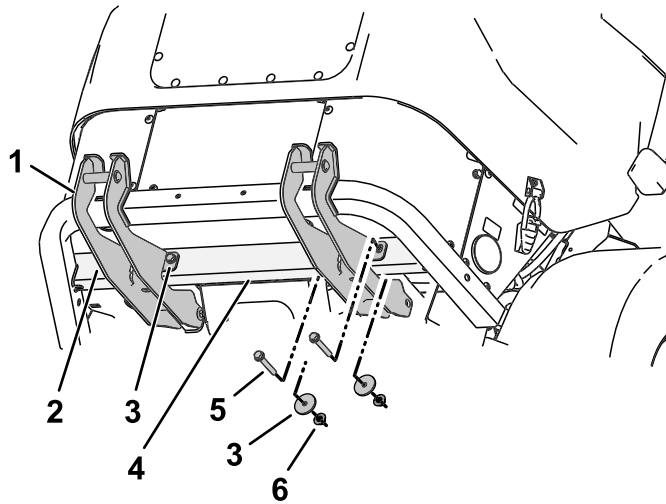

Figure 12
1. Fixez légèrement un support de montage inférieur sur les côtés gauche et droit du tube transversal de pare-chocs arrière (Figure 12).
2. Alignez les trous de montage et fixez légèrement les supports à l'aide de 2 boulons ($\frac{3}{8}$ x $2\frac{1}{2}$ po), 2 rondelles épaisses et 2 contre-écrous ($\frac{3}{8}$ po), comme montré à la Figure 12.
Remarque: N'installez pas de rondelle épaisse sur le côté extérieur gauche (Figure 12).